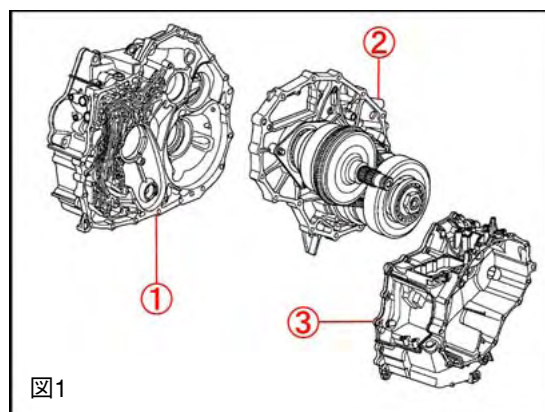

図1
CVTのトランスミッションケースのみ損傷した場合、図1の①～③のように、トランスミッションケースの補給があるため、トランスミッションケースのみ損傷した時は、トランスミッションケースを取替えることができます。
- ①トルクコンバータケース
- ②インターミディエイトプレートASSY
- ③トランスミッションケースCOMP